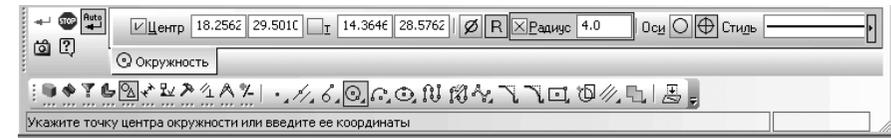

Рис. 2.81. **Панель свойств: Окружность, Компактная панель и Строка сообщений**
- щелкните по кнопке **R** **Радиус**. Появится поле **Радиус** (рис. 2.81).
- щелкните в **Компактной панели** по кнопке переключателю  – **Геометрия**, если она не нажата, а затем на панели инструментов на кнопке  – **Окружность**. Появится **Панель свойств: Окружность** (см. рис. 2.81);